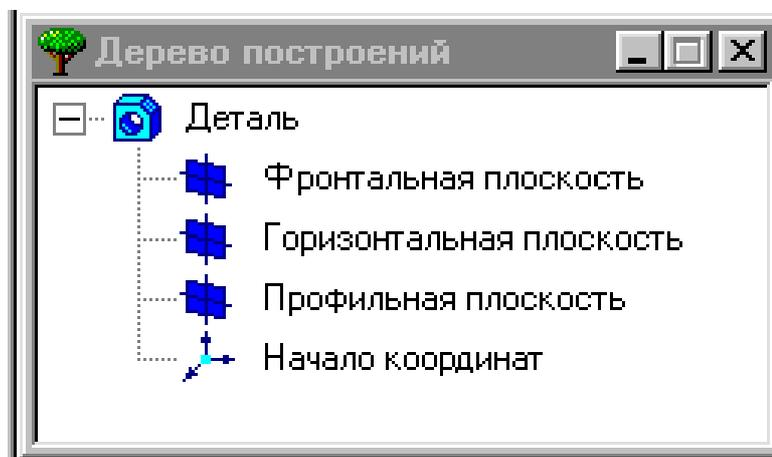

Рисунок 58
1. Для создания файла твердотельной детали необходимо выполнить команды: **Файл** — **Создать** — **Деталь**, — и на экране появится **Дерево построения** детали (рисунок 58).